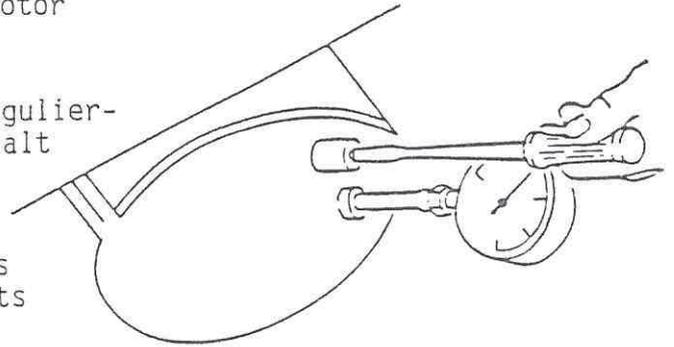

Bild 5
3.13. Luftdruck regulieren (Bild 5)